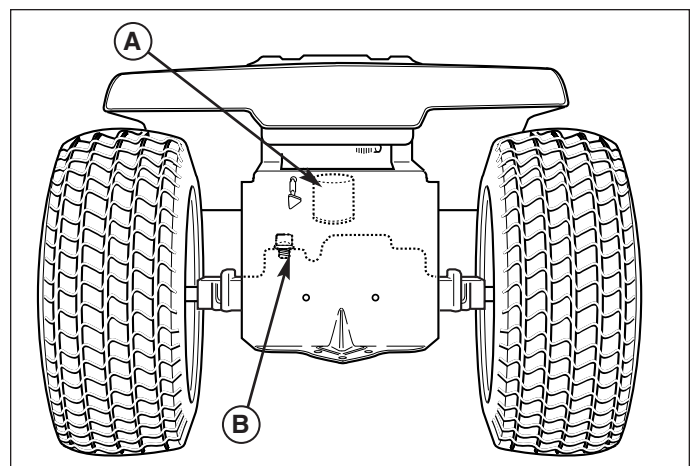

Figure 39. Filtre d'huile de circuit hydraulique
2. Déposer le capuchon de remplissage différentiel (B, figure 39).
4. Déposer et remplacer le filtre du circuit hydraulique (A, figure 39). Fileter le nouveau filtre sur la base du filtre et serrer de 1/2 à 3/4 de tour après serrage à la main.